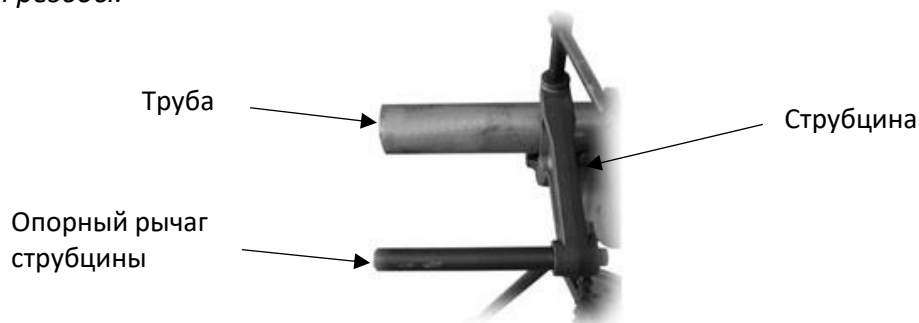

Рис. 2 Опорный рычаг, установленный на трубе
5. Расположите опорный рычаг струбины на трубе так, чтобы конец опорного рычага находился на одной линии с концом трубы (рис.2). Убедитесь, что губки струбины плотно соприкасаются с трубой, и плотно затяните, чтобы предотвратить соскальзывание.